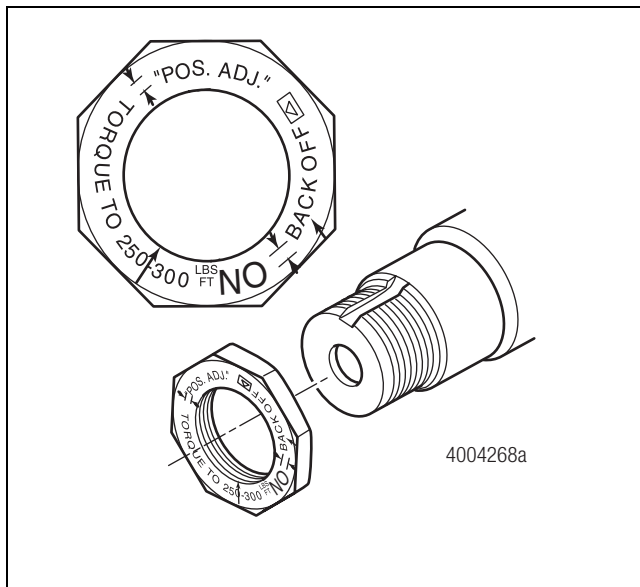

Figura 9.5
- En ejes de ajuste positivo, la tuerca interior de los componentes de retención de rueda no tiene pasador de alineación y está marcada según se muestra. Figura 9.5.